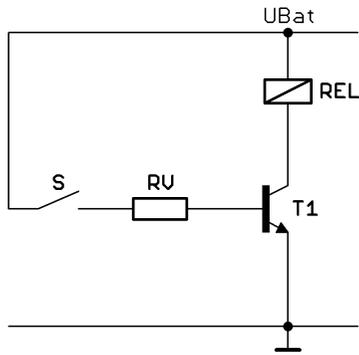

Abb. 4.1: Schaltung
- a) Abb. 4.1: Modifizieren Sie die Schaltung so, dass T1 sicher sperrt. / 2
- c) Abb. 4.1: Bei welchem Schaltvorgang ist T1 bei der gegebenen Last gefährdet? / 2
- Abb. 4.1: Zeichnen Sie FD ein;